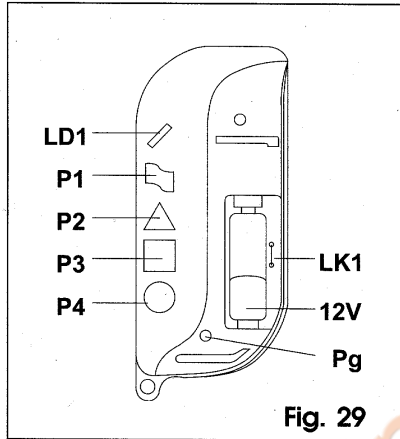

Fig. 29
1) Aprire l'involucro del trasmettitore, facendo slittare il coperchio come da fig. 28, per accedere al pulsante di generazione del codice (fig. 29-rif.Pg).
2) **Premere, e mantenere premuto** fino al termine dell'operazione, uno dei pulsanti **P** d'attivazione (fig. 29) del canale da codificare.